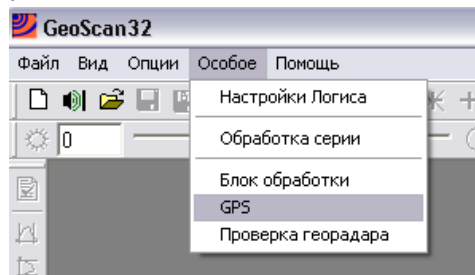

Рис. 3.39 - Запуск панели «GPS info»
1. Выбор пункта «GPS» в меню «Особое» в основном окне программы (Рис. 3.39). При этом на экране появляется только панель «GPS info». Обычно используется для предварительной настройки связи и тестирования GPS приемника перед началом записи георадарных данных.